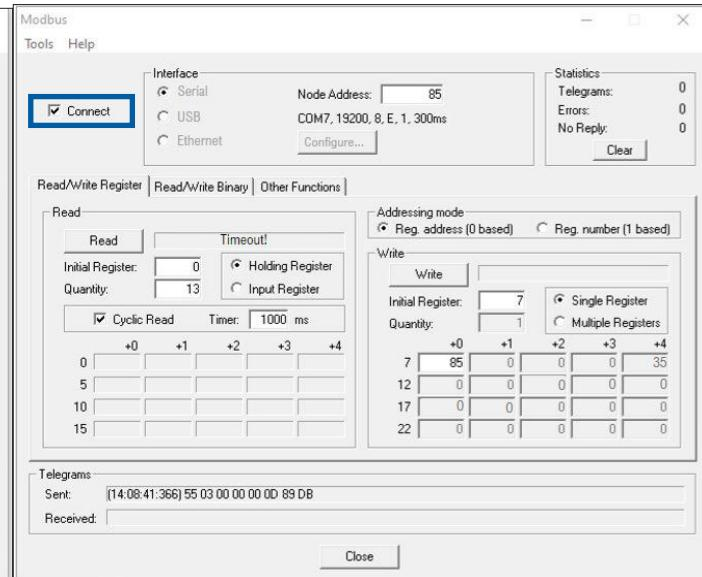
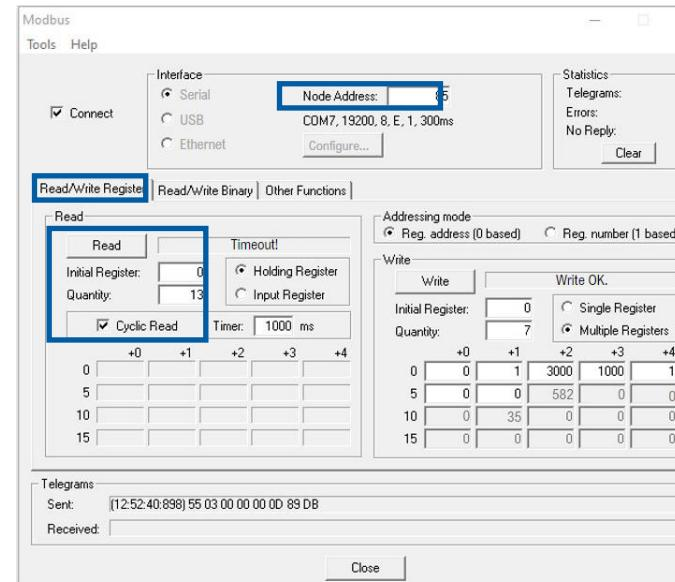

图15 - Modbus 连接
图17 - Modbus 通信失败
- 步骤 4: 完成上述操作后,请选择“连接”(参考图 15)。
- 步骤 2: 选择“读/写寄存器”,输入寄存器的初始地址和数量,然后点击“读取”。检查读取功能是否能够成功执行。如果通信成功,将显示如图 15 所示。如果通信失败,将显示如图 17 所示,此时需要获取此 ECM 电机的正确地址(参考步骤 3)。